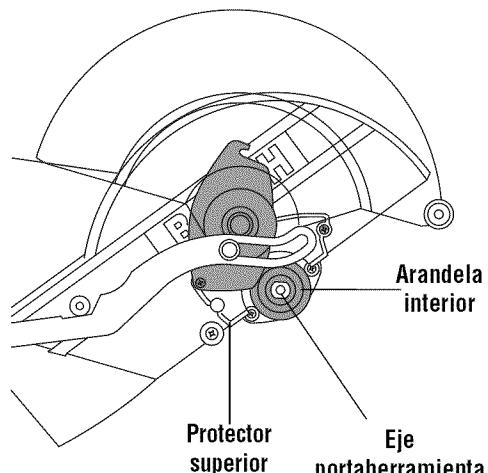

Figura 3. Instalación de la hoja
- Para instalar la hoja de 12 pulgadas, póngala entre los deflectores de viruta y en el eje, así como sobre el anillo de soporte de 1 pulgada de la arandela interior (Figura 3). NOTA: Asegúrese de que la flecha de rotación que está en la hoja coincida con la flecha de rotación en el sentido de las agujas del reloj que está en el protector inferior.